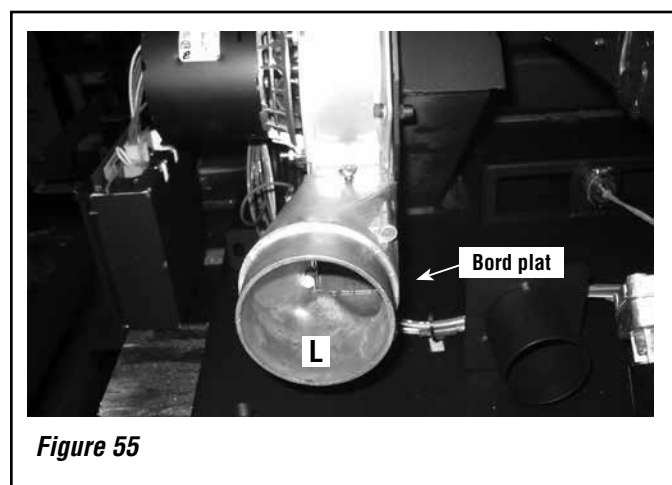

Figure 55
2. Veiller à ce que le bord plat soit orienté vers l'intérieur du poêle encastrable (**figure 55**).